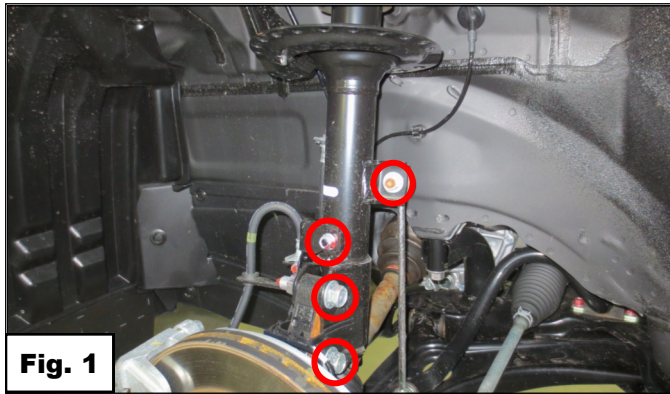

Fig. 1
2. Remueva el montante de muelle segun el maual de taller. *Ver Fig. 1 & 2.*